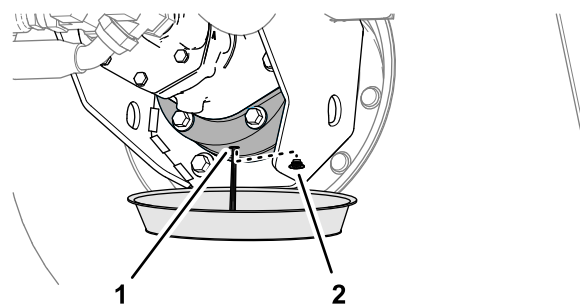

图 87
6. 将放油盘放在制动器箱下面取出排油塞让油完全排出图 87。